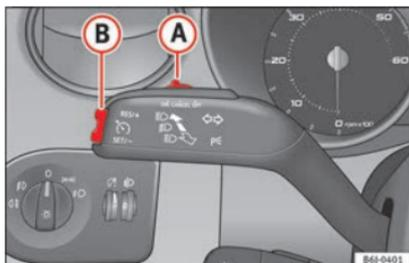

Fig. 147 Leva degli indicatori di direzione e degli abbaglianti: comando e tasto doppio del regolatore di velocità.
- Spostare verso sinistra l'interruttore ►► **fig. 147 (A)**, posizionandolo su **ON**.